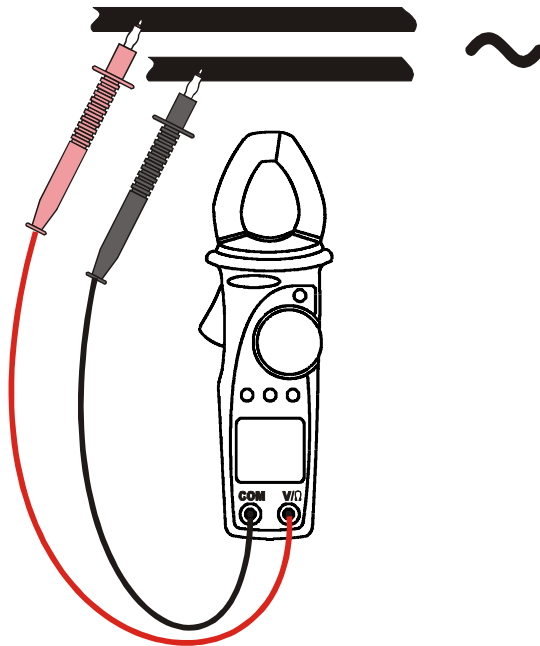

Fig. 4: Uso del instrumento para la medida de voltaje CA
2. Inserte el cable rojo en el terminal de entrada V/Ω y el cable negro en el terminal de entrada COM, como visualizado en Fig. 4.